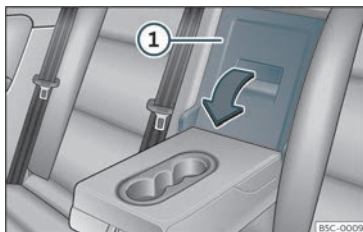

Fig. 129 No encosto do banco traseiro: abertura da portinhola.
- Puxe a alavanca de desbloqueio no sentido da seta e rebata completamente a tampa >>> **Fig. 129 ①** para a frente.